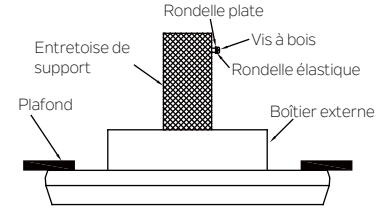

Fig. 11
Étape 1. Enfoncer une vis à bois et des rondelles dans le côté de l'entretoise qui maintient le boîtier externe. Laisser un espace de 3 mm (1/8") entre l'entretoise de support et la rondelle. (Fig. 11)